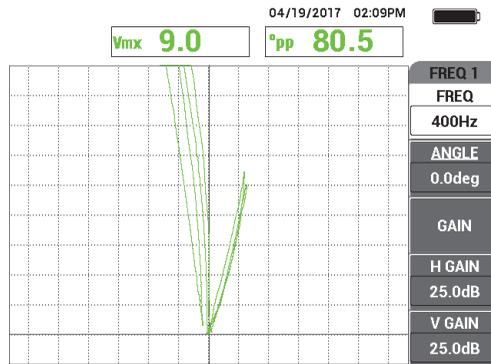

Рис. 5-213 Сканирование двух выемок
2. Медленно просканируйте трубу, пока на экране не будут отображены дефекты 40 % ВД и 60 % НД. При отображении сигналов от выемок на экране NORTEC 600, нажмите клавишу FREEZE (❄) [см. Рис. 5-213 на стр. 294].